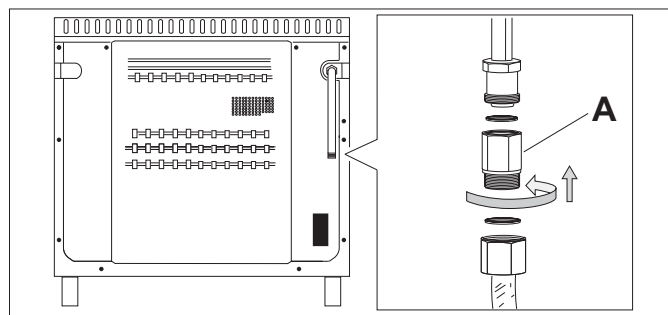

Fig. 11
- 2) le raccordement par tuyau flexible avec armature à embouts mécaniques suivant les normes en vigueur ( voir fig. 11).
**AVERTISSEMENT :** le tube doit être raccordé à la rampe en intercalant le raccord (A) fourni à cet effet (Voir fig. 11).